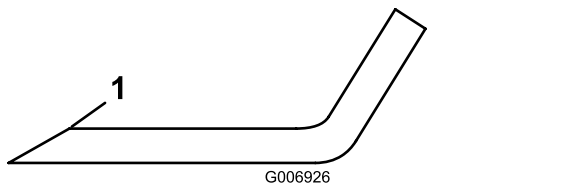

図 74
4. すべてのブレードについて、刃先を点検し、磨耗や欠けがある場合には研磨する。研磨は刃先の上面だけに行い、刃の元々の角度を変えないようにする **図 74**。